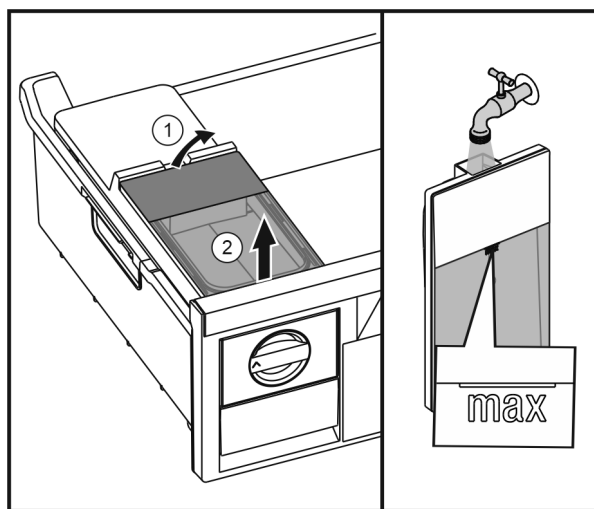

Fig. 46
- Zvedněte vzadu nádržku na vodu Fig. 46 (1) a poté ji vyjměte směrem nahoru Fig. 46 (2).